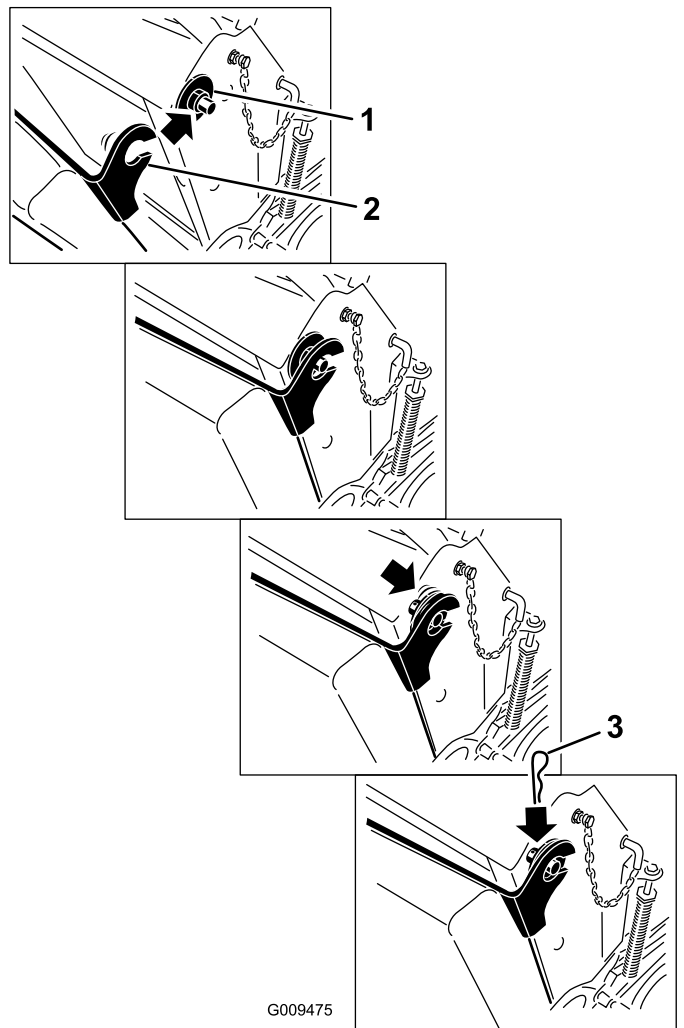

Figura 36
6. Sollevate il cuscino e inseritelo nei perni su entrambi i lati della macchina (Figura 36).
7. Inserite le boccole di plastica delle rondelle grandi nelle staffe del cuscino e fissatele con una coppiglia (Figura 36).